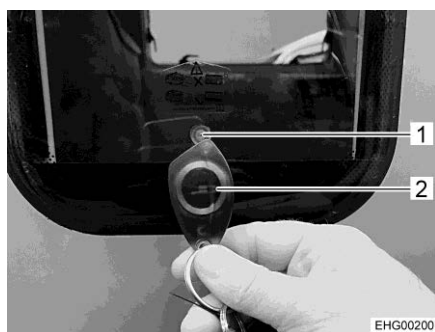

Fig. 47 Chip RFID
- Tenere il chip RFID (Fig. 47,2) esternamente rivolto verso il sensore (Fig. 47,1) nella zona inferiore della finestra.
- ▷ Quando la porta di ingresso viene bloccata o sbloccata mediante il chip RFID, sul sensore (Fig. 47,1) si accende per qualche istante un LED.